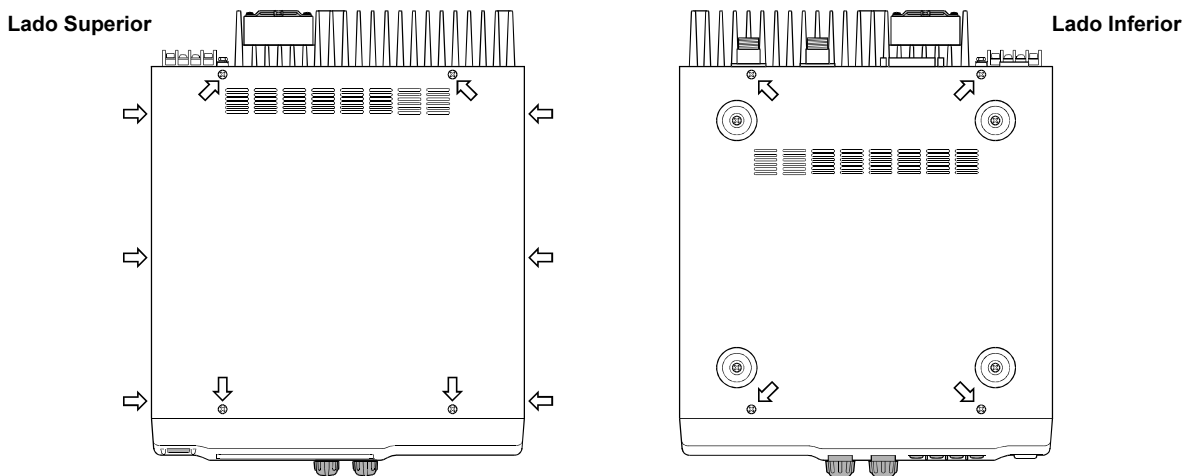

Ilustración 1
1. Saque primero los 14 tornillos que sujetan la cubierta superior e inferior del repetidor y retírelas del equipo (Ilustración 1).